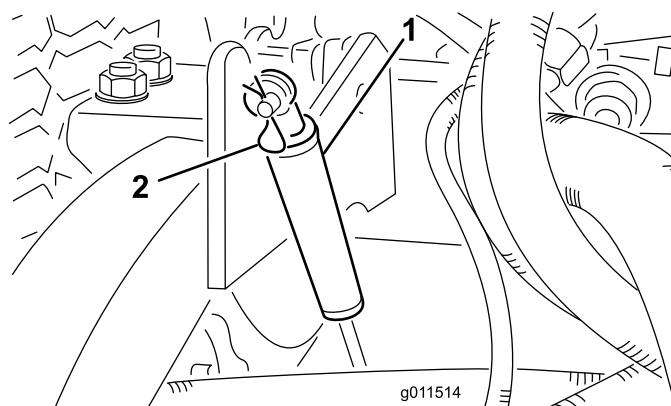

Figure 77
2. Retirez la goupille fendue qui fixe les amortisseurs aux bras de levage (Figure 77). Faites pivoter l'amortisseur vers le carter du plateau de coupe.